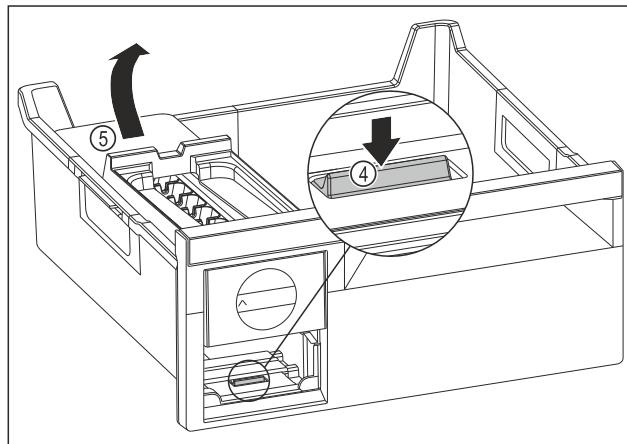

Fig. 143
- ▶ Извлеките корпус EasyTwist-Ice: Надавите пальцем вниз на накладку Fig. 143 (4) и одновременно другой рукой поднимите корпус EasyTwist-Ice Fig. 143 (5) сзади.